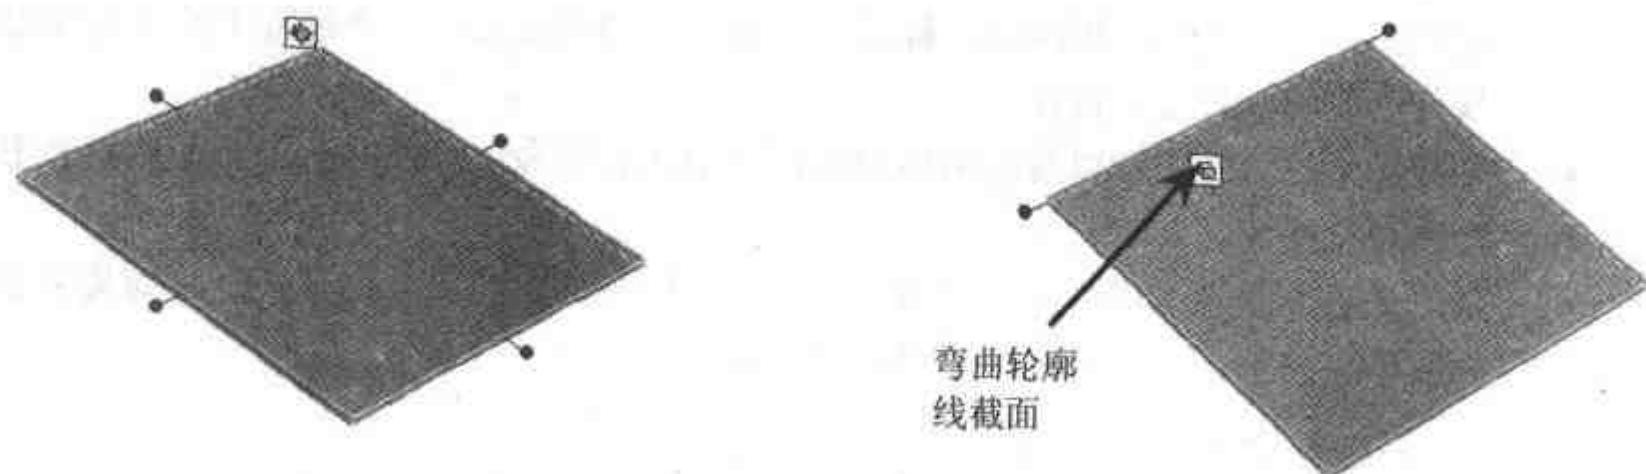

图 1.41 板料图素和弯曲板料图素
- (1) 从【钣金】设计元素库中单击【板料】和【弯曲板料】图标，然后把它拖放到设计环境中，成为钣金件设计的基础图素(图 1.41)。